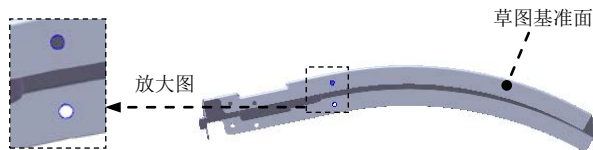

图 14.2.36 切除—拉伸 4
Step12. 创建图 14.2.36 所示的切除—拉伸 4。
(1) 选择命令。选择下拉菜单 **插入(I)** → **切除(C)** → **拉伸(E)...** 命令。
(2) 定义特征的横断面草图。
① 定义草图基准面。选取图 14.2.36 所示的表面作为草图基准面。